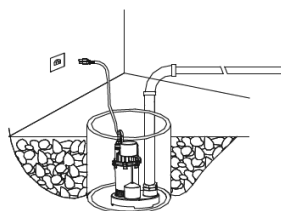

fig. 4
5. Connectez le tuyau de refoulement à l'autre extrémité du raccord flexible et serrez le collier de serrage à l'aide d'un tournevis (fig. 4).